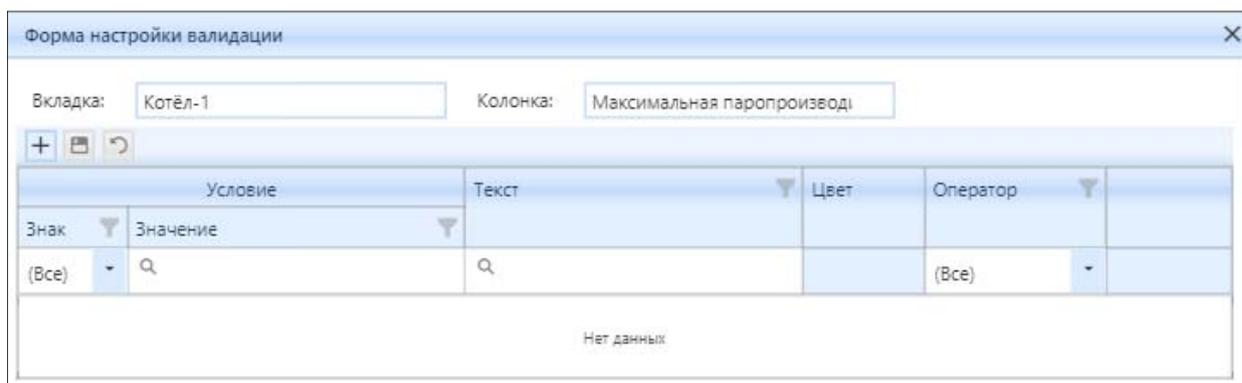

Рисунок 4.5.23 – Интерфейс формы настройки валидации
Для настройки правил валидации нажмите кнопку (14) «Валидация» (рис. 4.5.2). Откроется окно «Форма настройки валидации» (рис. 4.5.23), для выбранной вкладки и колонки нажмите на кнопку (1) «Добавить» (рис. 4.5.24).